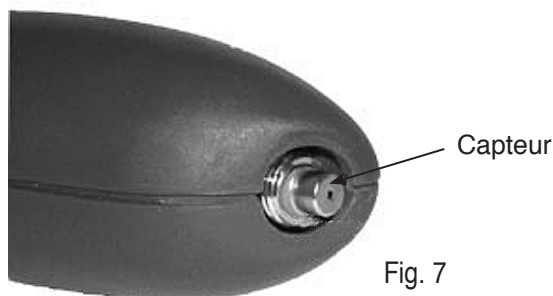

Fig. 7
1. Retirez la sonde flexible en la saisissant fermement et en la tournant dans le sens inverse des aiguilles d'une montre. Cela permet d'exposer le capteur à l'extrémité de l'unité (voir Fig. 7). Vérifiez que le capteur est installé.